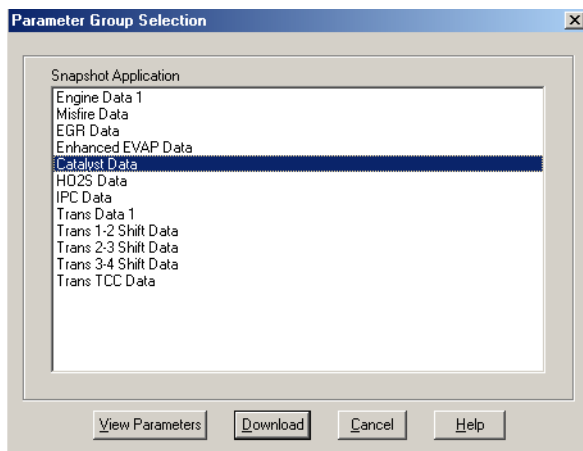

Figure 2.11 : boîte de dialogue de choix du groupe de paramètres
- 4 Cliquez sur le bouton **Finish** pour mettre fin au choix du véhicule. Ce faisant, vous suscitez l'affichage de la boîte de dialogue de choix du groupe de paramètres (Figure 2.11).
- 5 Dans la boîte de dialogue de choix du groupe de paramètres (Figure 2.11), identifiez le groupe de données que vous souhaitez visualiser et / ou consigner concernant le véhicule. Pour consulter les paramètres englobés au sein d'un groupe, cliquez sur le nom du groupe, cliquez sur le bouton **View Parameters**, examinez la liste qui apparaît et, ensuite, cliquez sur le bouton **Close**.